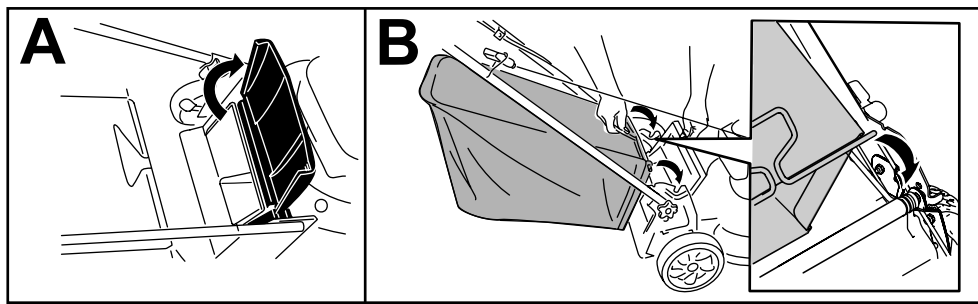

Figura 12
1. Levante y sujete el deflector trasero (Figura 12, A).
2. Instale el recogedor, asegurándose de que los pasadores del recogedor descansan en las muescas del manillar (Figura 12, B).